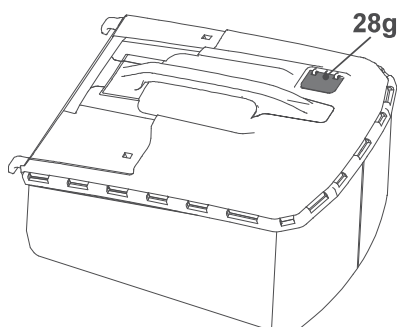

Fig. 16
2. Quando a escotilha (28g) está fechada, o recipiente de recolha de relva está cheio e deve ser esvaziado (Fig. 16).